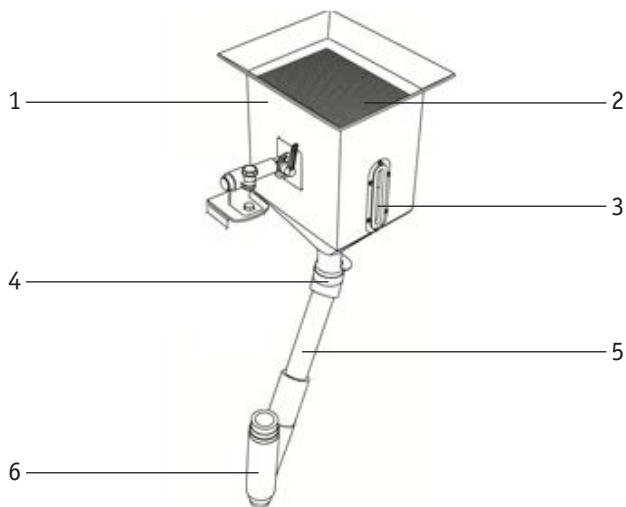

Рисунок 8.1.7. Подача флюса в зону сварки.
9. Откройте затвор ёмкости для флюса, флюс должен полностью покрыть зону начала сварки (См. рис. 8.1.7).